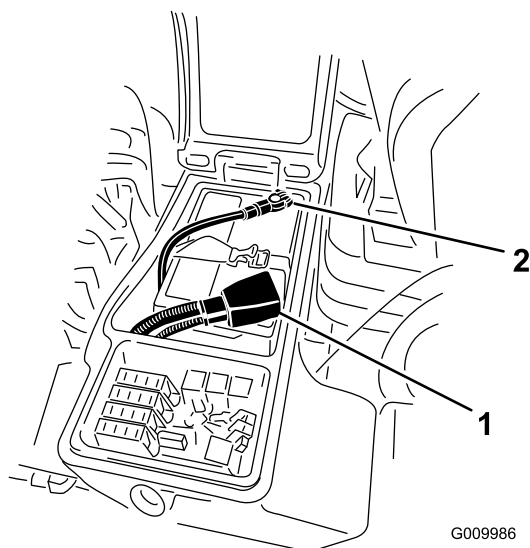

Figura 93
3. Retire o cabo negativo (preto) do terminal negativo (-) e o cabo positivo (vermelho) do terminal positivo (+) da bateria (**Figura 93**).
6. Instale o cabo positivo (vermelho) no terminal positivo (+) e o cabo negativo (negro) no terminal negativo (-) da bateria (Figura 93).